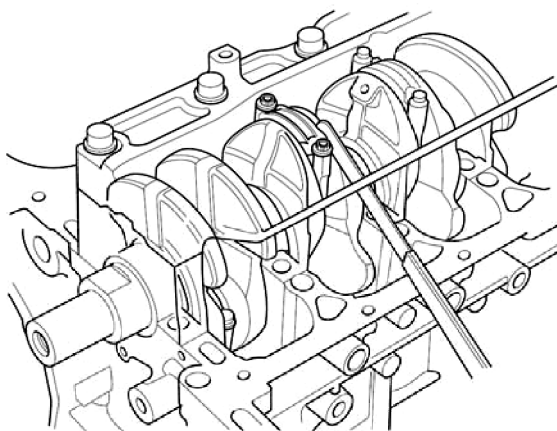

图 8-10 测量连杆轴向间隙
- 2) 如图 8-10 所示，用塞尺测量连杆和曲轴之间的连杆轴向间隙。